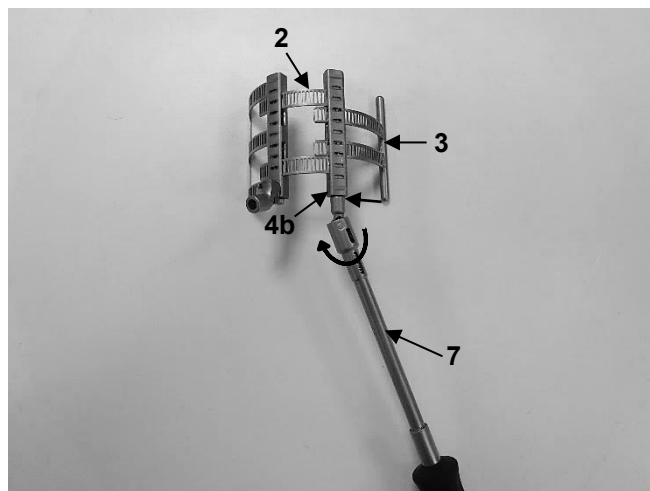

Fig. 18
2. A continuación, inserte el elemento secundario (3) en el elemento primario (2) e introdúzcalo con el destornillador adecuado (7). Para ello, gire el mecanismo de transporte del módulo de caja del elemento primario (4b) en sentido contrario a las agujas del reloj con el destornillador (7) (Fig. 18).